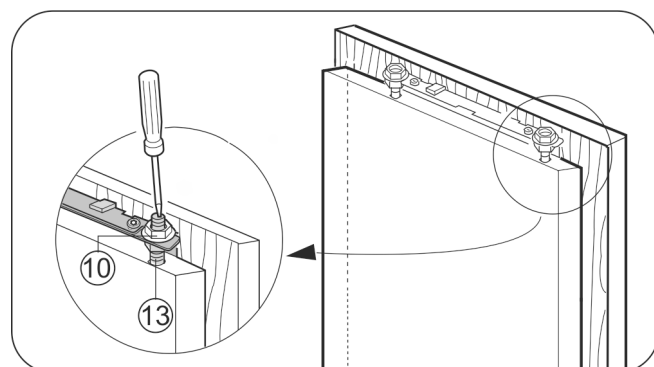

Fig. 22
- Kontermuttern Fig. 22 (10) mit dem einem Sechskantschlüssel 13 festziehen, dabei Justagebolzen Fig. 22 (13) mit einem Schraubendreher gegenhalten.